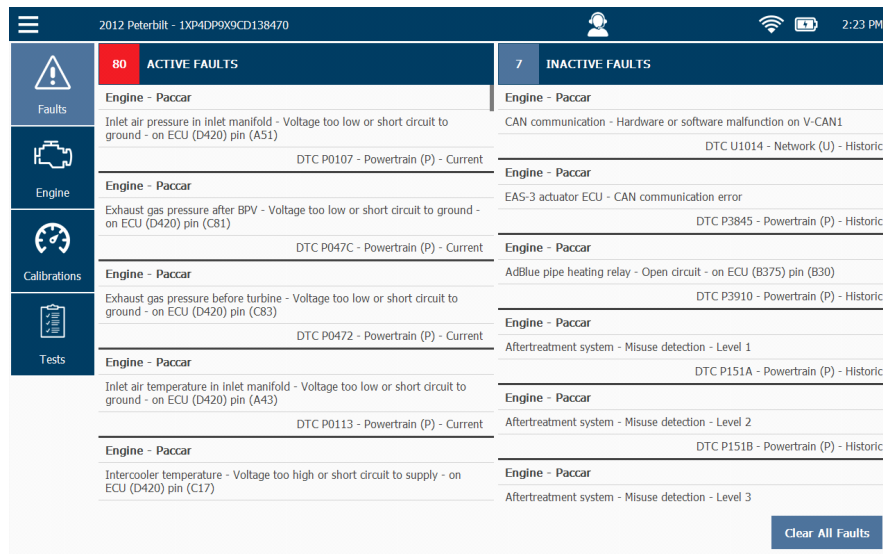

Figure 4.1 Menu Diagnostics
- 1 Dans le menu Diagnostics (Figure 4.1), sélectionnez l'onglet de paramètres (par ex., **Engine** [moteur]).